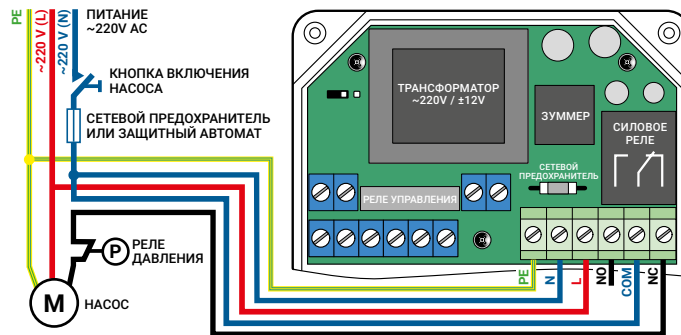

Рис. 8. Схема подключения скважного насоса в системе водоснабжения загородного дома
- функция «автоповорот» отключена. Это дает возможность использовать блок управления, например, совместно с работой скважного насоса, где автоповорот не нужен (рис. 8);
6.6. Рис. 8. Схема подключения к блоку управления скважного насоса в системе водоснабжения загородного дома.